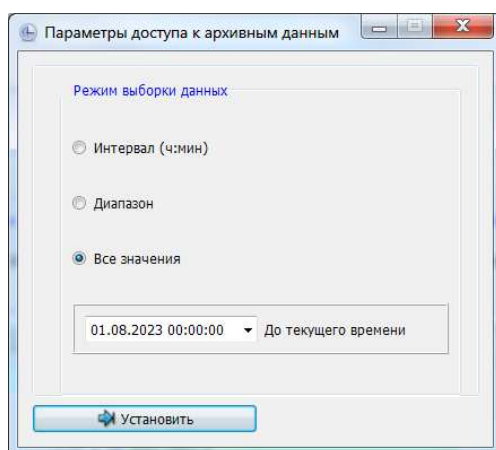

Рис. 3.23.51 – Установка режима выборки «Все значения»
- «Все значения» – устанавливается от начала суток заданной даты начала до текущего времени (рис. 3.23.51).